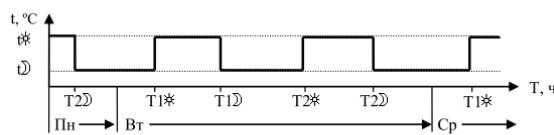

Рисунок 10 - Временной (недельный) график
7.6.1 В режиме “Программа” возможна установка для каждого дня недели до двух периодов, состоящих из начала и конца времени действия уставки температуры $t_{\text{н}}$ “Норма” и $t_{\text{ни}}$ “Ниже” (см. рисунок 10).